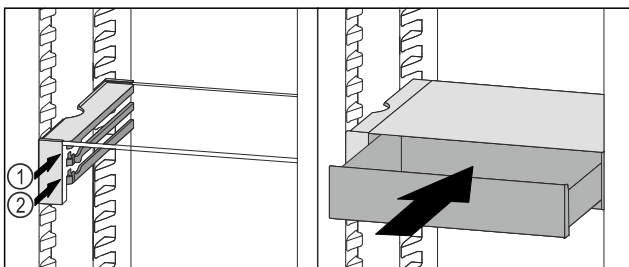

Fig. 171
- ▶ VarioSafe-Schubfach hinter den Stopperrn auf gewünschter Rippe Fig. 171 (1) oder Fig. 171 (2) aufsetzen.